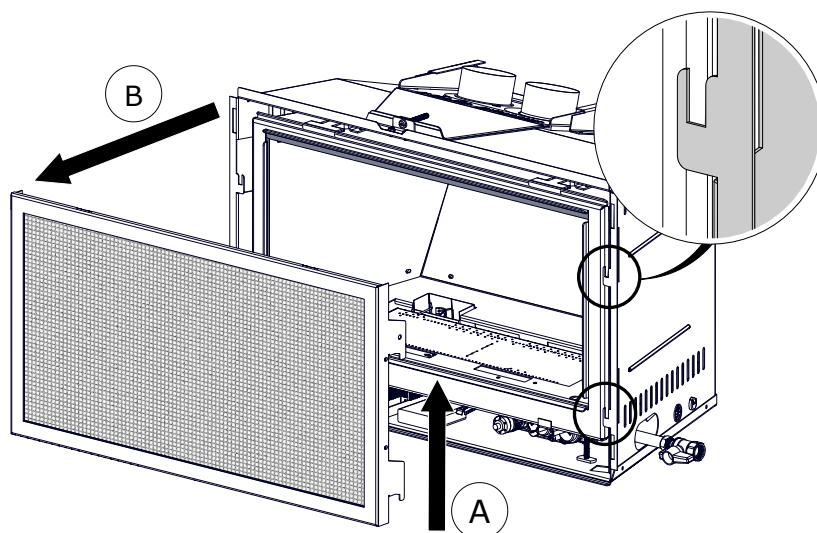

Fig. 1
2. Retirez le support de piles du bas de l'appareil; il est fixé avec une bande auto-agrippante (**Fig. 1**).
1. Avant d'enlever la porte vitrée, la barrière de protection doit être enlever. Soulevez la barrière de protection hors des 4 goupilles et enlever de l'appareil, puis inclinez la partie haut du porte vitrée puis enlever de l'appareil (**Fig. 1**).